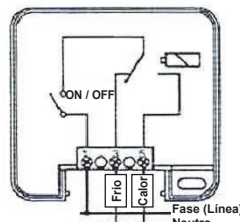

Fig. 5
7. Conectar los cables como se indica en la Fig. 5